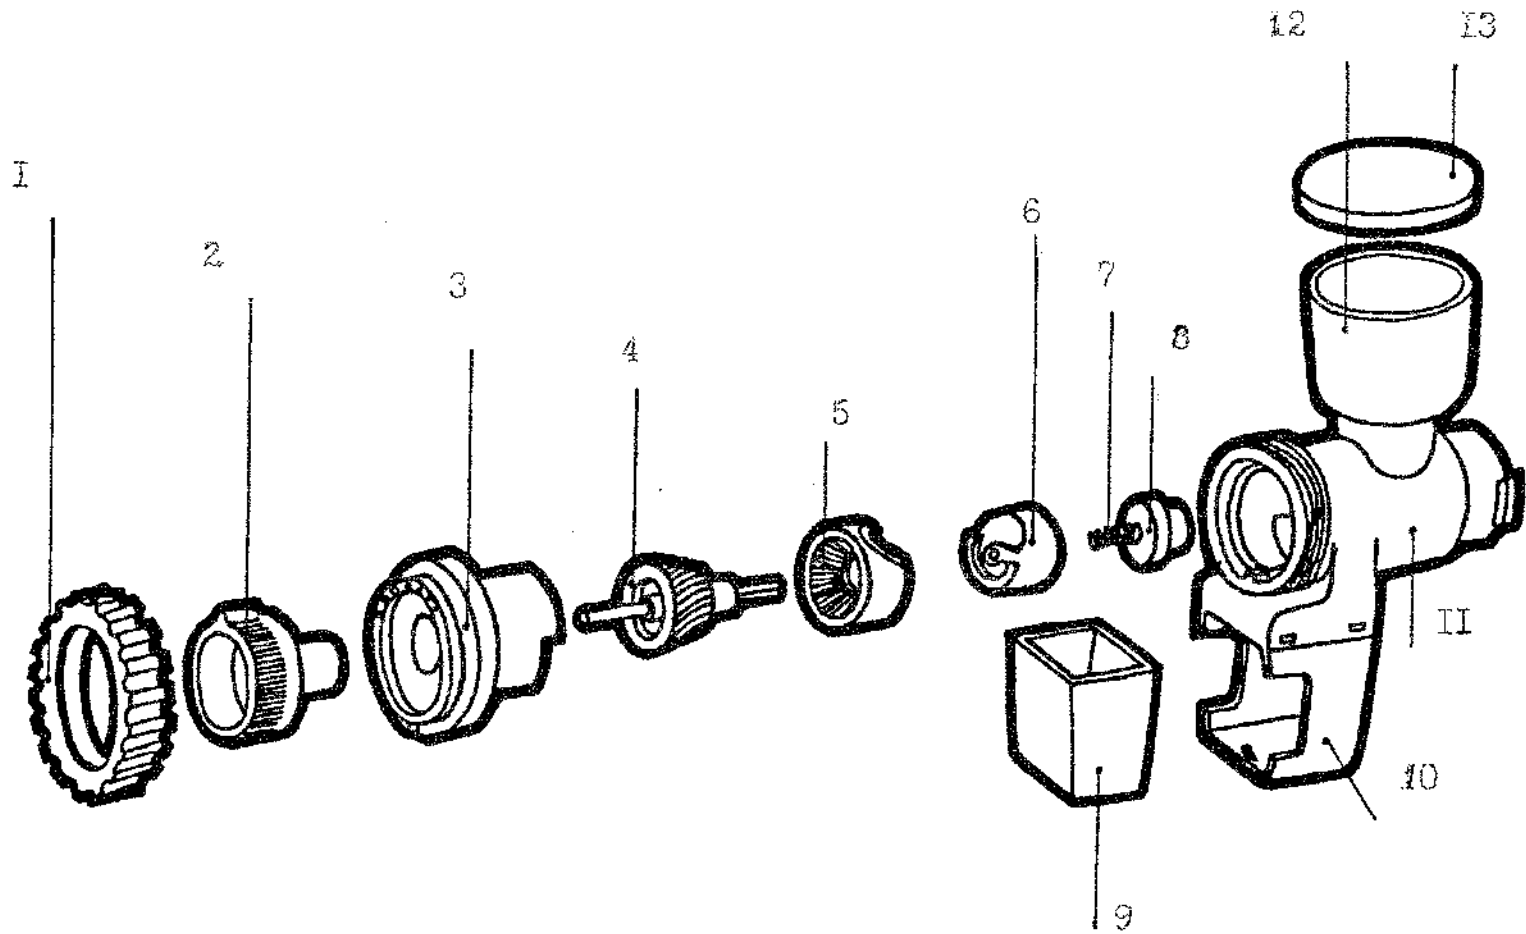

Рис.301
- приставка-кофемолка (рис.301);